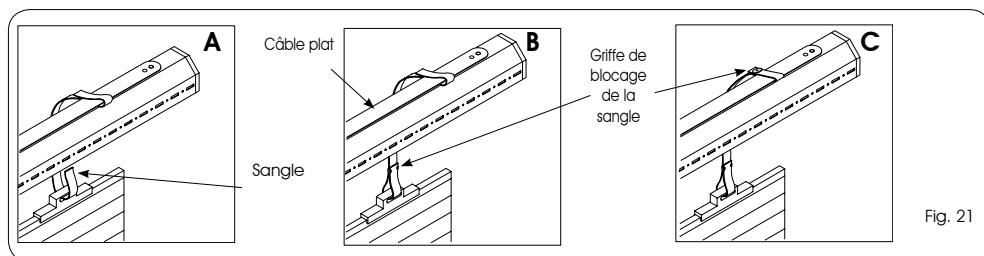

Fig. 21
1. Faire passer la sangle à travers le passage dans le volet roulant (Fig.21 réf.A)
3. Faire passer la sangle d'abord en dessous puis au-dessus du câble plat du rouleau. (Fig. 21 réf.A-B)
4. Introduire les griffes et régler la longueur de la sangle de manière à la tendre légèrement. (Fig.21 réf.B-C)